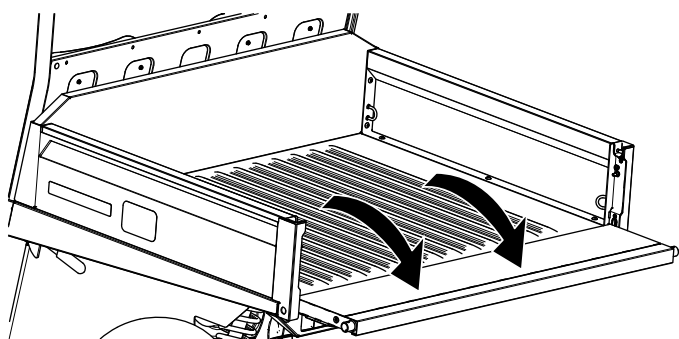

Figura 69
3. Abbassate la sponda posteriore in modo che sia a livello con la parte inferiore del pianale (Figura 69).